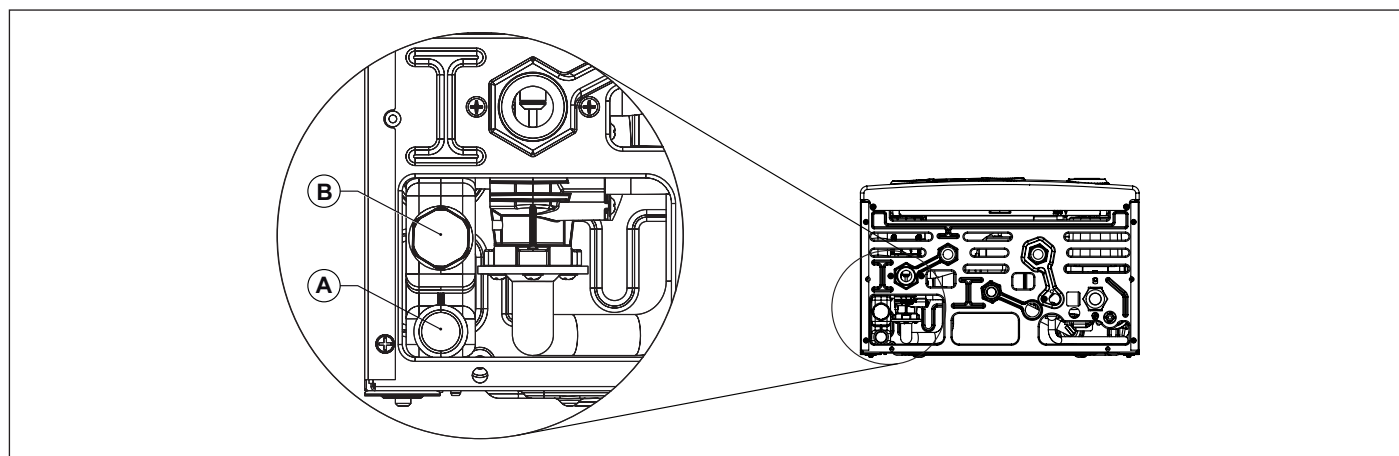

Рис. 17 Слив конденсата
Система отвода конденсата должна быть подсоединена к специальному соединению (A) расположенному в котле (см. Рис. 17 Слив конденсата).